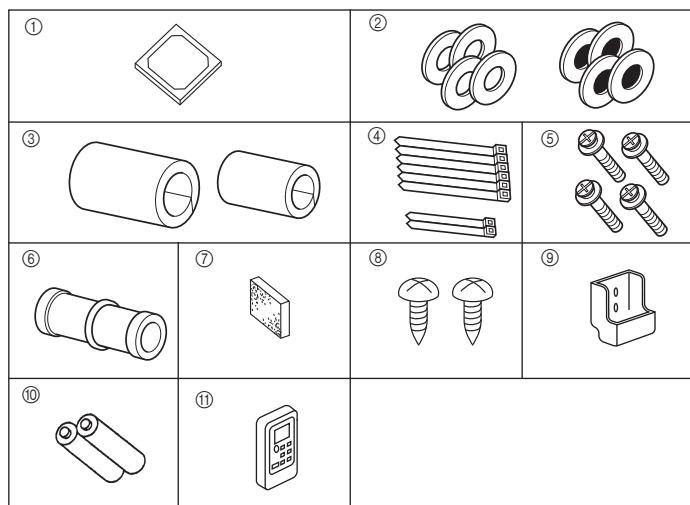

Fig. 4-1
4.1. Ελέγχετε τα εξαρτήματα της εσωτερικής μονάδας (Fig. 4-1)